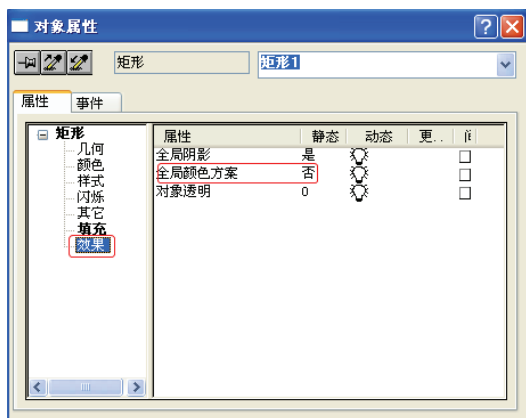

图 5-27 “对象属性（效果）”对话框
3) 将变量 C_fill 与矩形的填充量关联。先选中画面中的矩形，单击鼠标右键，单击快捷菜单中的“属性”选项，弹出“对象属性”对话框，如图 5-27 所示，将选项卡“效果”中的属性“全局颜色方案”改为“否”。再将选项卡“填充”中的属性“动态填充”改为